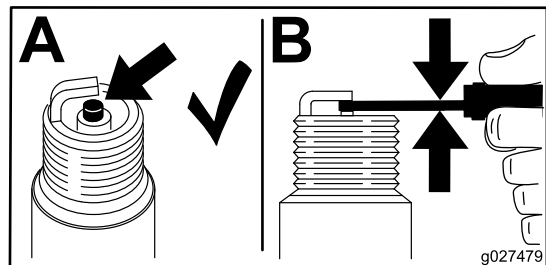

Figura 36
1. Inspeccione la bujía (Figura 36).
2. Compruebe la separación entre los electrodos central y lateral (Figura 36). Si la distancia no es correcta, doble el electrodo lateral.